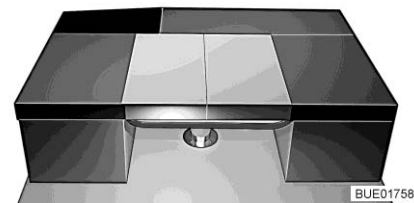

Fig. 162 Après la transformation
- Placer le coussin de dossier de la banquette latérale en long sur la table (voir Fig. 162).